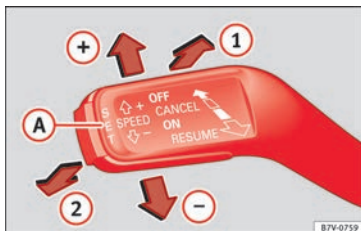

Fig. 46 A la izquierda de la columna de la dirección: conmutador y mandos de manejo del GRA.
- Conectar el GRA: sitúe la palanca en **ON** (1) » **fig. 46**. El sistema se enciende, pero no regula por no tener programada ninguna velocidad.
- Activar el GRA: pulse el botón **SET** (A) » **fig. 46**. Memoriza y regula velocidad actual.
- Desconectar el GRA temporalmente: mueva la palanca hasta **CANCEL** (2) » **fig. 46** y suéltela o pise el freno o el embrague. La regulación se desconecta temporalmente.
- Conectar el GRA de nuevo: mueva la palanca hasta **RESUME** (1) » **fig. 46** y suéltela. La ve-
- Desconectar el GRA: mueva la palanca hasta la posición **OFF** (2) » **fig. 46**. Se desconecta el sistema y la velocidad memorizada se borra.